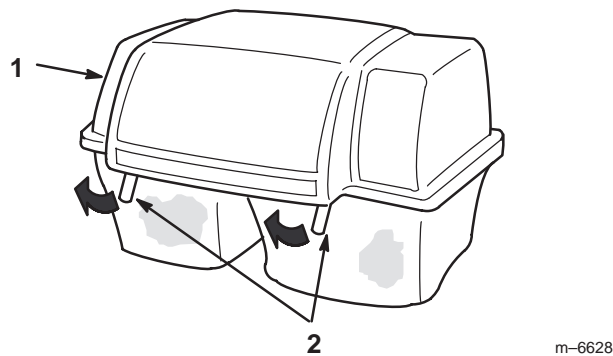

Figure 14
3. Soulevez le couvercle du collecteur d'herbe et sortez les sacs du bâti (Fig. 14).